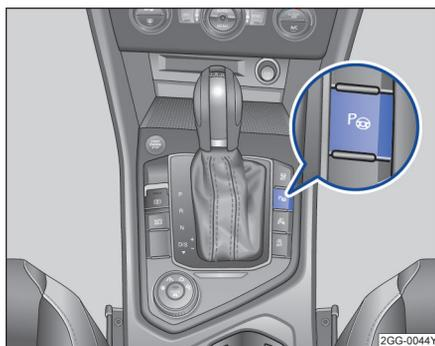
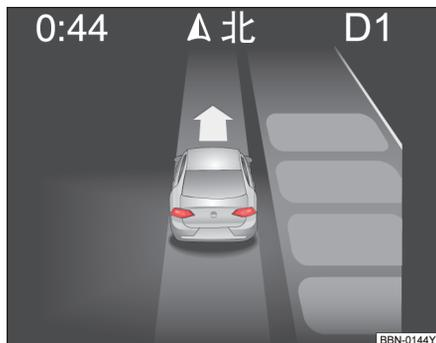

图 135 智能泊车辅助系统打开按钮
图 136 显示：垂直车位泊车
- 按下按钮→图 135。如果该功能已打开，则按钮中的指示灯会亮起.
- 再次按压按钮切换至垂直车位泊车→图 136
- 以低于 20 km/h 的车速，与停放的车辆保持 0.5 m 到 1.5 m 的横向距离，从停放的车辆旁驶过→图 136。
如果车速在约 20 km/h 至 45 km/h 之间时按下按钮→图 135，则只要当车速低于 20 km/h 时，屏幕会自动切换到寻找车位的显示画面→图 136。
当车速超过约 45 km/h 时，智能泊车辅助系统自动关闭。按钮中的指示灯熄灭 →图 135。